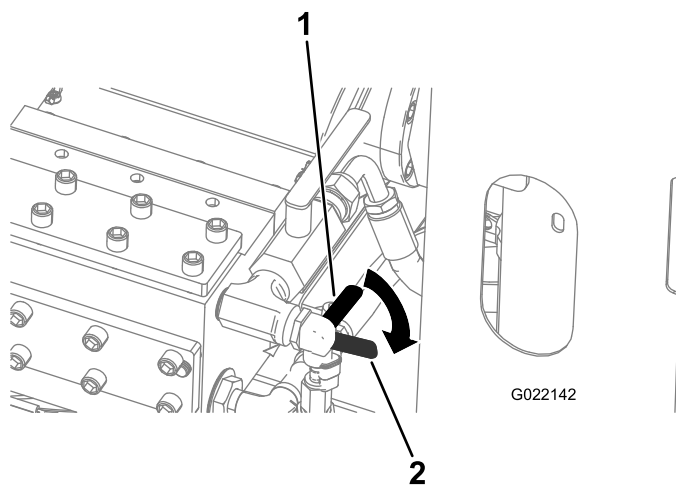

Рисунок 154
А. Откройте клапан антифриза на передней стороне насоса бурового раствора (нижний клапан), как показано на Рисунок 154.
6. Закройте клапан антифриза (Рисунок 154).